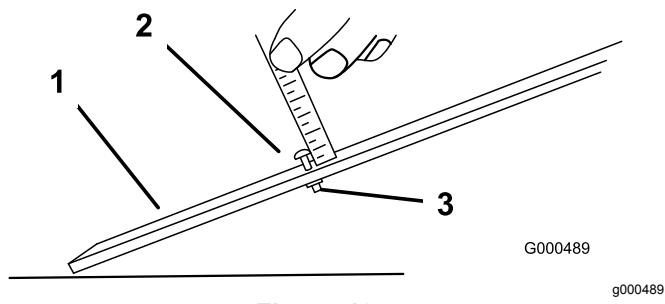

Figura 18
2. Allentate il dado sulla barra di misura e posizionate la vite di regolazione all'altezza di taglio opportuna (Figura 18).